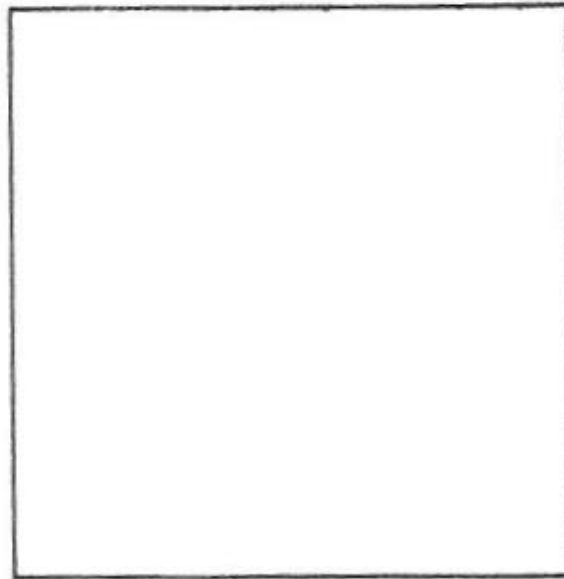

Fig. 7: Diodo Inversamente Polarizado - Novo Circuito
19. Esboce na Fig. 7 o circuito que inclui este componente.